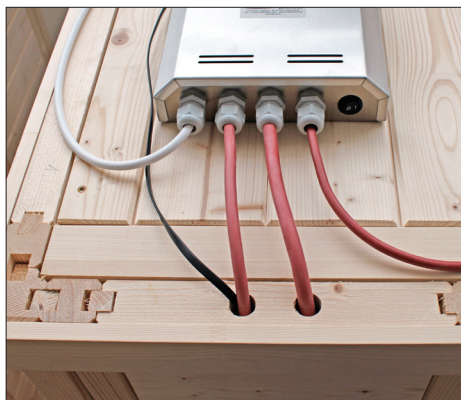

Fig. 8
- III. Passez le câble de raccordement noir de l'unité de commande à l'aide d'un tir fil à travers la goutte de câbles du sauna jusqu'au toit (Fig. 8).
- III. Passez le câble de raccordement noir de l'unité de commande à l'aide d'un tir fil à travers la goulotte de câbles du sauna jusqu'au toit (Fig. 8).